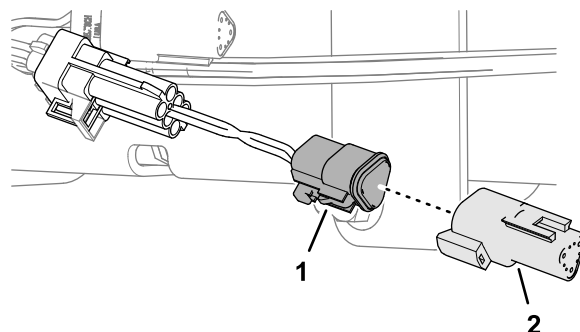

Figura 205
3. Enchufe la resistencia que retiró en 38 Instalación del arnés del Bus ISO-CAN \(página 95\) el conector hembra de 3 vías del arnés adaptador (Figura 205).